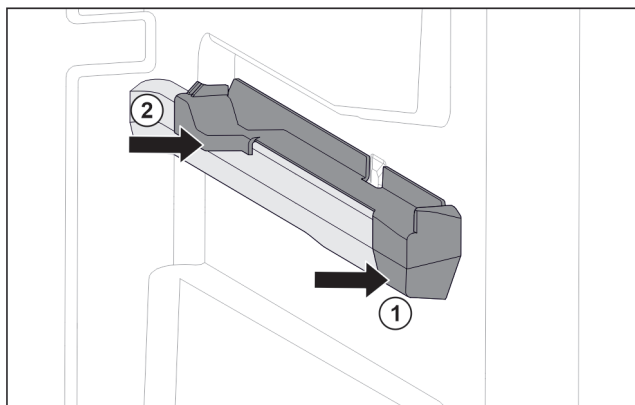

Fig. 132 Elemento inseribile sulla nervatura destra del contenitore
- ▶ Posizionare l'elemento inseribile sulla parte anteriore della nervatura del contenitore. Fig. 132 (1)
- ▶ Premere l'elemento inseribile sulla parte posteriore. Fig. 132 (2)